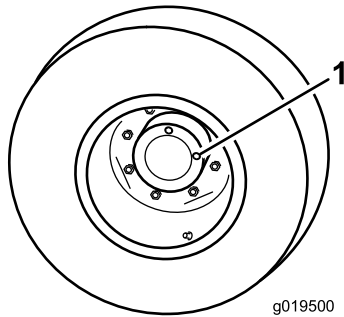

Figure 60
1. Amenez la machine sur une surface plane et horizontale, tournez la roue de sorte à placer un bouchon de contrôle à la position 12 heures et l'autre à la position 3 heures (Figure 60).
1. Bouchon de contrôle/vidange (2)
2. Retirez le bouchon qui est à la position 3 heures (Figure 60).